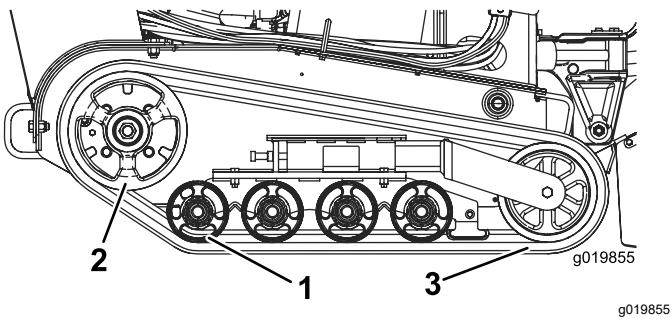

Figura 44
**Importante:** Asegúrese de limpiar completamente las ruedas de rodaje y la rueda motriz (Figura 44). Las ruedas de rodaje deben rodar libremente cuando están limpias.
8. Empezando en la rueda motriz, pase la oruga nueva alrededor de la rueda, asegurándose de que los dientes de la oruga encajen entre los espaciadores de la rueda (Figura 44).
9. Introduzca la oruga por debajo y entre las ruedas de rodaje trasera y central (Figura 44).